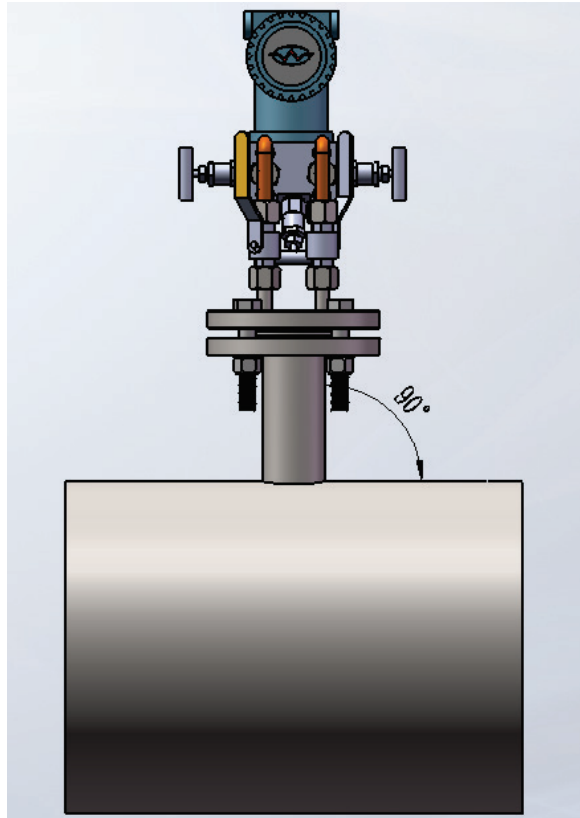

图 3
(2) 在水平管道中，建议采用如下方式安装，如图 3 所示：